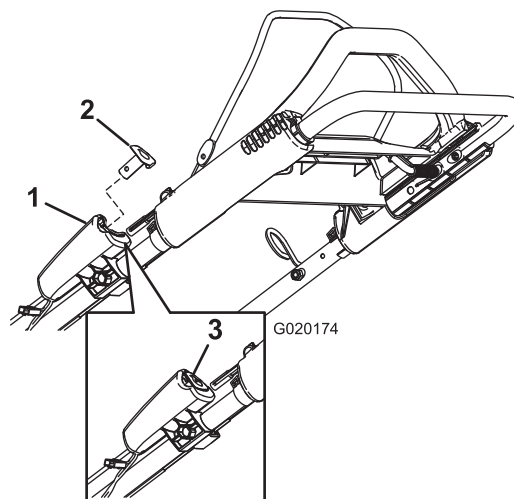

Figure 18
2. Appuyez sur le bouton de démarrage électrique (Figure 18) (modèle à démarrage électrique uniquement) ou tirez la poignée du lanceur (Figure 13).
Remarque: Si vous avez retiré le bouton de démarrage électrique, insérez-le dans le démarreur électrique; voir Figure 18 (modèle à démarrage électrique uniquement).